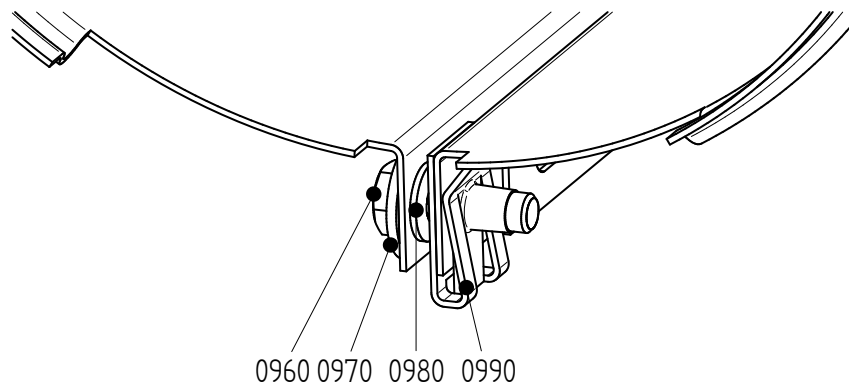

Figure 15: Installation de l'enveloppe.
- 1 Desserrez les boulons (0960). Voir figure 15.
3 Fermez l'enveloppe et posez un boulon (0960). Voir figure 15.
5 Fermez l'enveloppe et posez un boulon (0960). Voir figure 15.